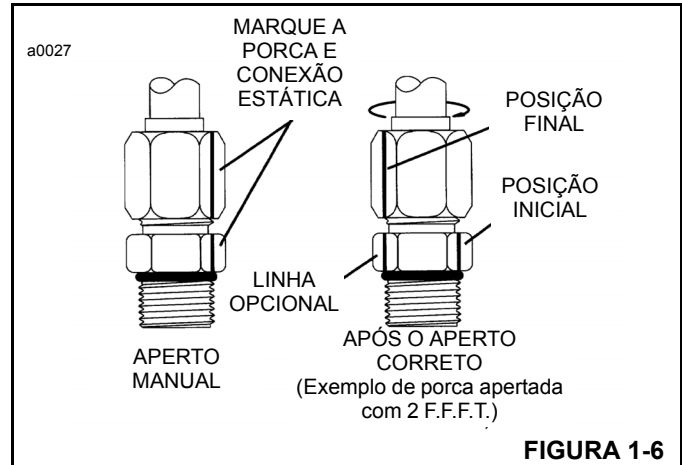

FIGURA 1-6
6. (Opcional para aperto futuro da mesma conexão). Estenda a linha a partir da porca como seu novo local na parte sextavada da conexão ou orifício estático (Figura 1-6).